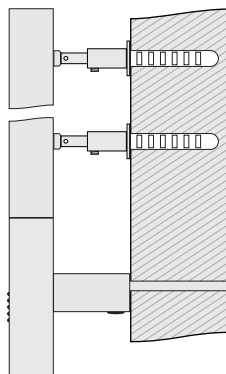

Рис.11
- 5.2.9. Прижать до упора весь полотенцесушитель к стене и с усилием зафиксировать (рис. 11).